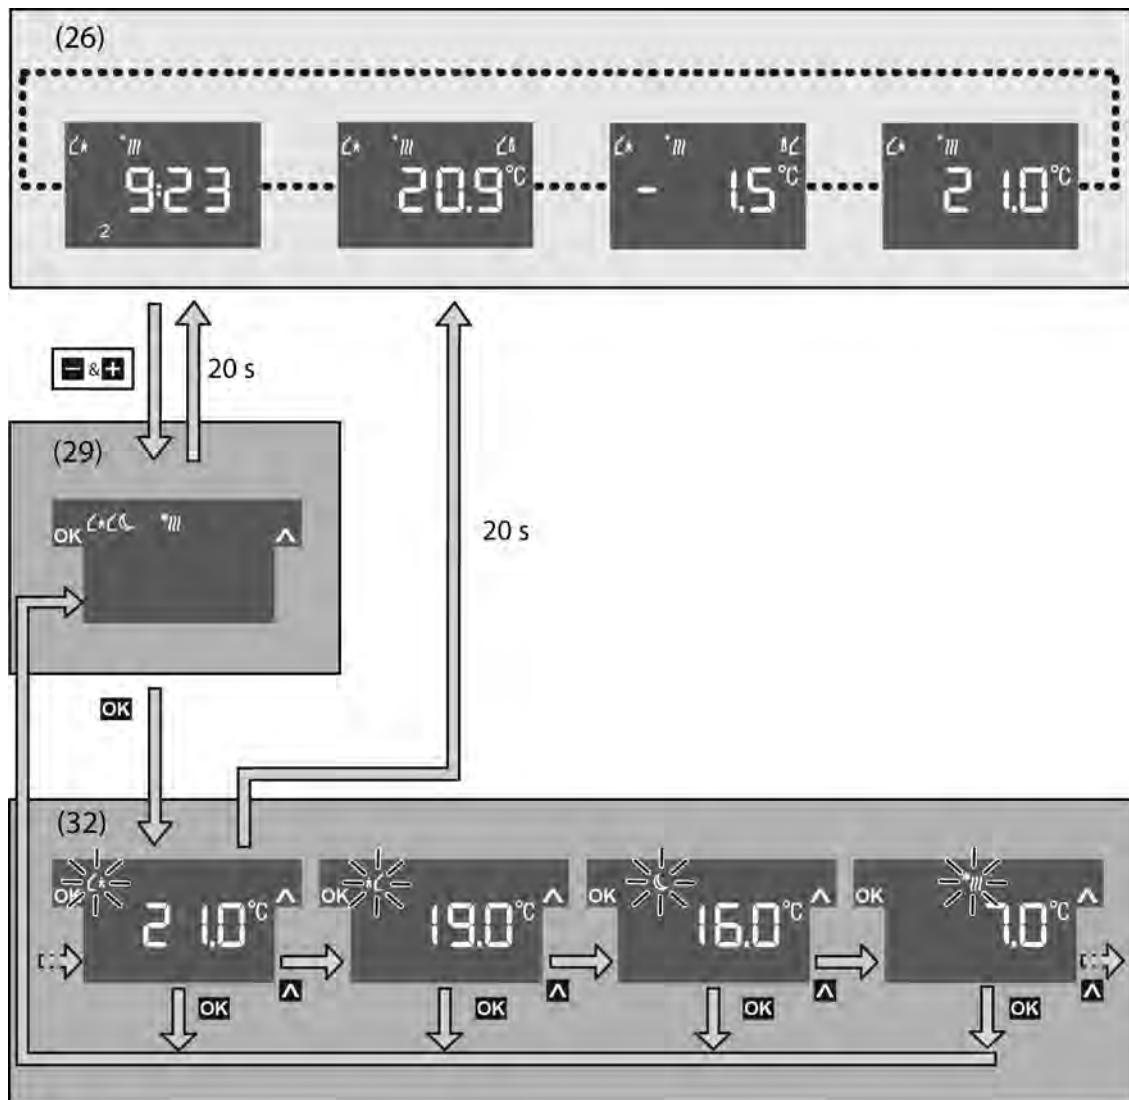

Bild 12: Untermenü zur Betriebsmodus-Umschaltung
- Mit der rechten Displaytaste ▣ den Menüpunkt für die Betriebsmodus-Umschaltung (29) auswählen (Bild 12).